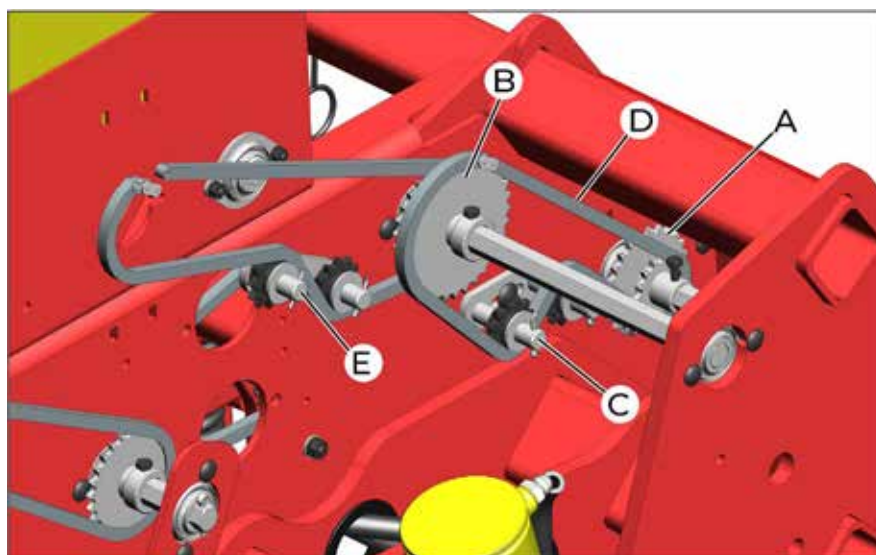

fig. 09
A velocidade da transmissão pode ser ajustada por meio das rodas dentadas Z14/Z24 (A) x Z32(B) (fig. 09).